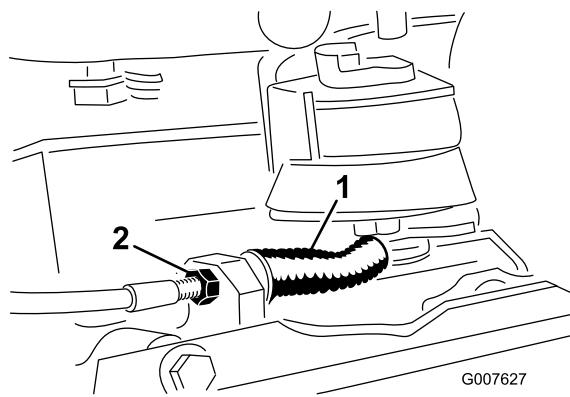

Figure 34
- Pour diminuer la tension du câble, desserrez l'écrou de blocage avant et serrez l'écrou de blocage arrière (Figure 34). Répétez les opérations 1 et 2 et modifiez la tension au besoin.
- Pour augmenter la tension du câble, serrez l'écrou de blocage avant et desserrez l'écrou de blocage arrière (Figure 34). Répétez les opérations 1 et 2 et modifiez la tension au besoin.